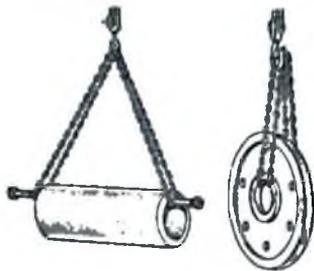

Рис. 3. Стрповка отливок за центральные отверстия
23. Пользоваться кранами и подъемными устройствами для подъема и перемещения грузов только с разрешения мастера, имея удостоверение о знании «Инструкции по безопасному ведению работ для стропальщиков, обслуживающих грузоподъемные краны». На рис. 3—12 приведены примеры правильной строповки отливок, опок и форм.